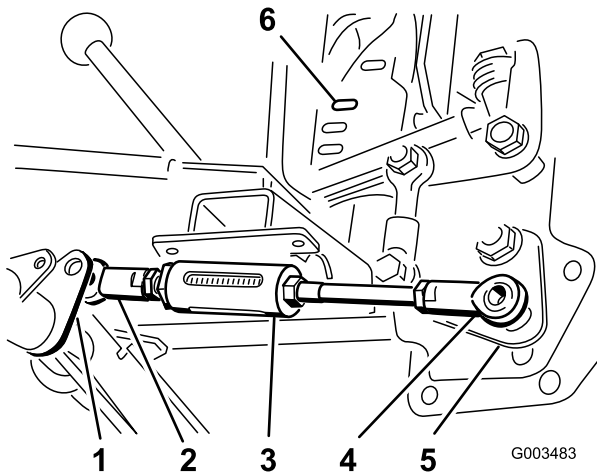

Figura 7
- Posicione la articulación esférica del extremo corto del conjunto de varilla ajustable a la derecha de la palanca de la varilla ajustable del tubo de giro (Figura 7)
provisionalmente con una contratuerca (1/2 pulgada) (Figura 7).